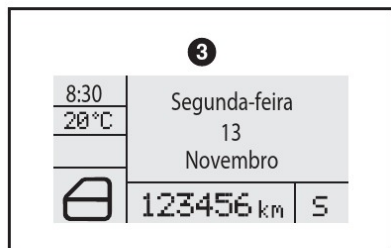

fig. 36
**Display 3-fig. 36** - Ideogramas, informações numéricas e mensagens de texto.